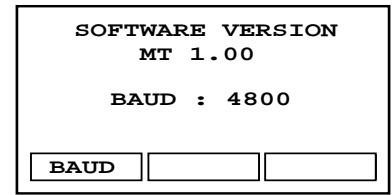

Fig.39. Menu Baud
1. Appuyez sur la touche SET UP et maintenez-la enfoncée pendant environ 2 s jusqu'à ce que le menu Baud s'affiche (voir fig.39) :